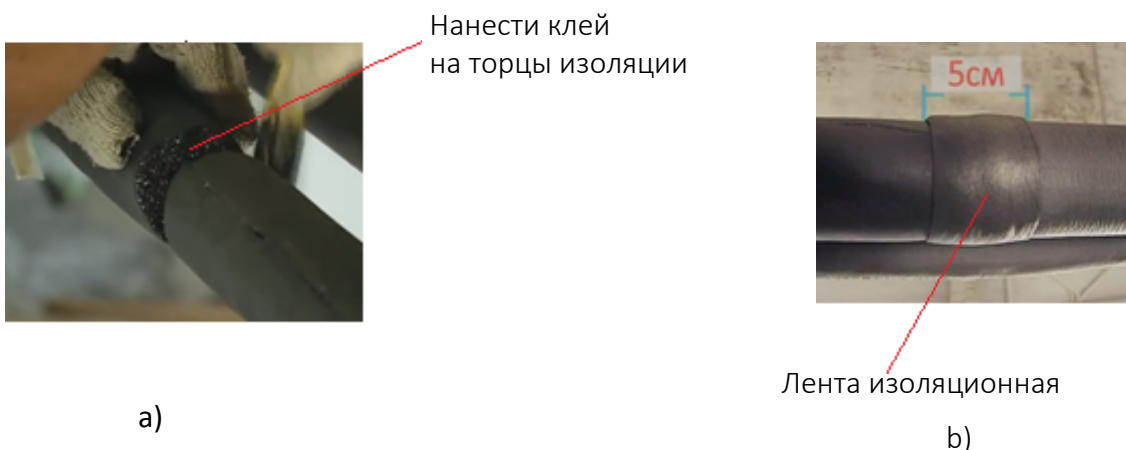

Рис. 2.11
- Стыки труб изоляции должны быть склеены между собой (рис.2.11, а).
- Места стыков обмотать специальной лентой шириной не менее 5 см, изготовленной из того же материала, что и изоляция труб (рис.2.11, b)